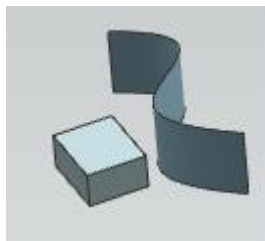

рис.89
- На рис.89 показана несложная модель, состоящая из *твердого тела* и *поверхности*.